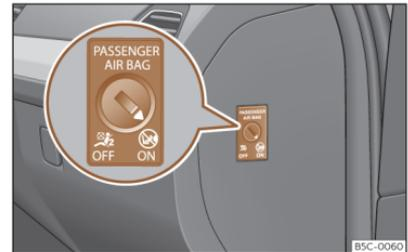

Abb. 29 Schüsselschalter zum Ein- und Abschalten des Beifahrerairbags.
- Den Schlüsselbart in den für die Abschaltung des Beifahrerairbags vorgesehenen Schlitz einstecken >>> (**Abb. 29**). Dabei sollte der Schlüssel etwa zu 3/4 seiner Länge bis zum Anschlag eingeführt werden.